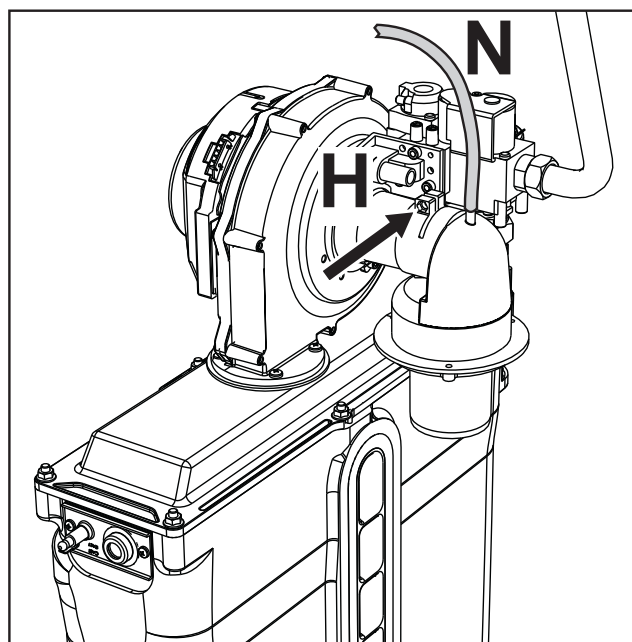

fig. 79
3. Quite el tubo de compensación “N” y afloje el tornillo “H” (vea fig. 79).